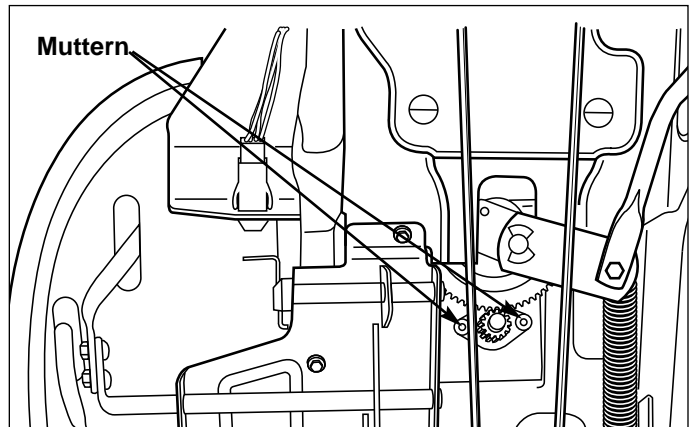

Abb. 32. Lenkgetriebeeinstellung
1. Siehe Abb. 32. Der Lenkgetriebebausatz befindet sich an der Unterseite des Traktors. Die beiden Muttern lösen und die Halterung einstellen, so dass die Zähne eng ineinandergreifen.